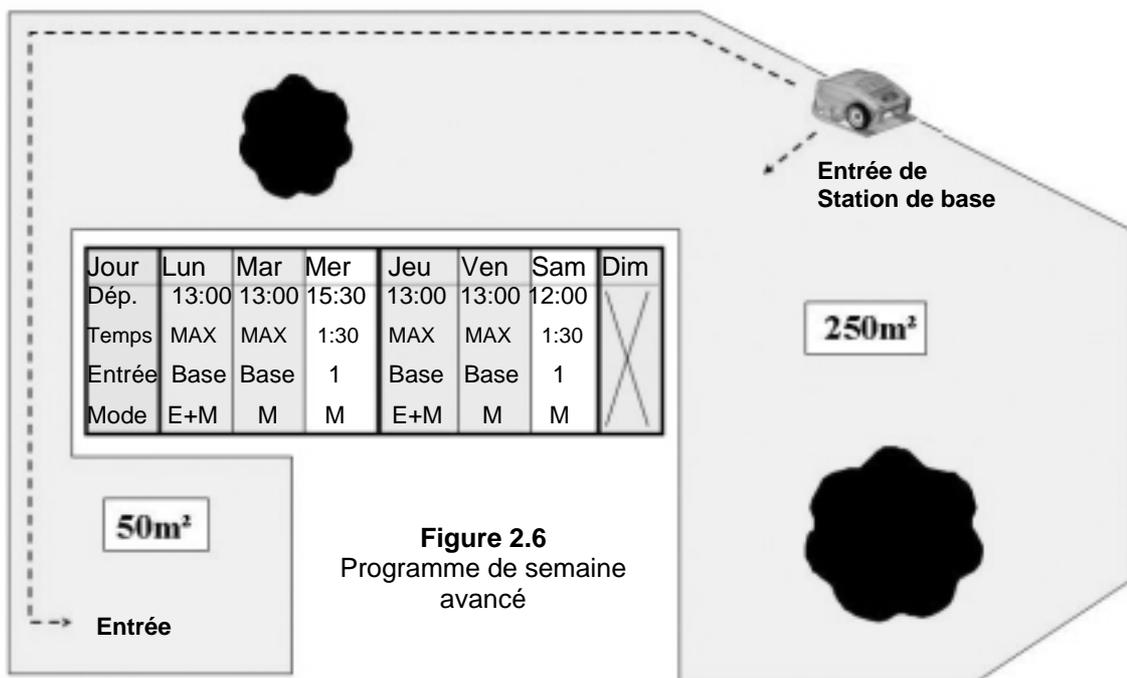

Figure 2.6
Exemple d'utilisation du programme avancé (Figure 2.6)
- La pelouse de la Figure 2.6 comporte deux zones avec un passage étroit entre elles ;
- La table de la Figure 2.6 présente l'exemple d'un programme de semaine avancé pour la pelouse en question :